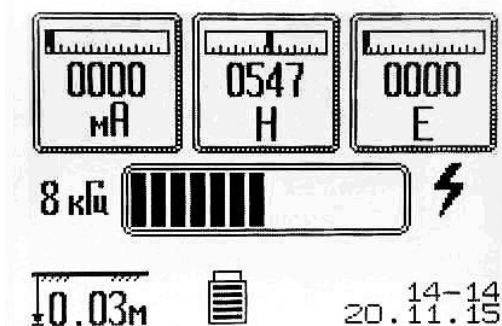
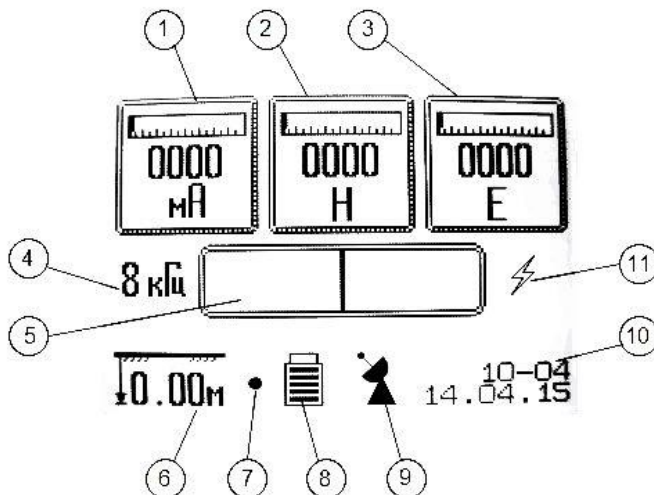

Figura 4.2
Figura 4.3
5.3 La începutul trasării, este necesar să ne concentrăm asupra Cunoștințe în domeniul H (Figura 4.2). O „bandă de nivel” va fi afișată pe ecran, permițându-vă să evaluați momentul de apropiere de axa pistei în funcție de numărul de repere. Cu cât abaterea benzii de nivel și a citirii câmpului H este mai mare, cu atât operatorul este mai aproape de axa traseului. După găsirea axei de comunicare, se realizează trasarea ulterioară de-a lungul marcatorului de ghidare (poz. 5, Figura 4.3).
Afișarea instrumentului de căutare a rutei (Figura 4.3):